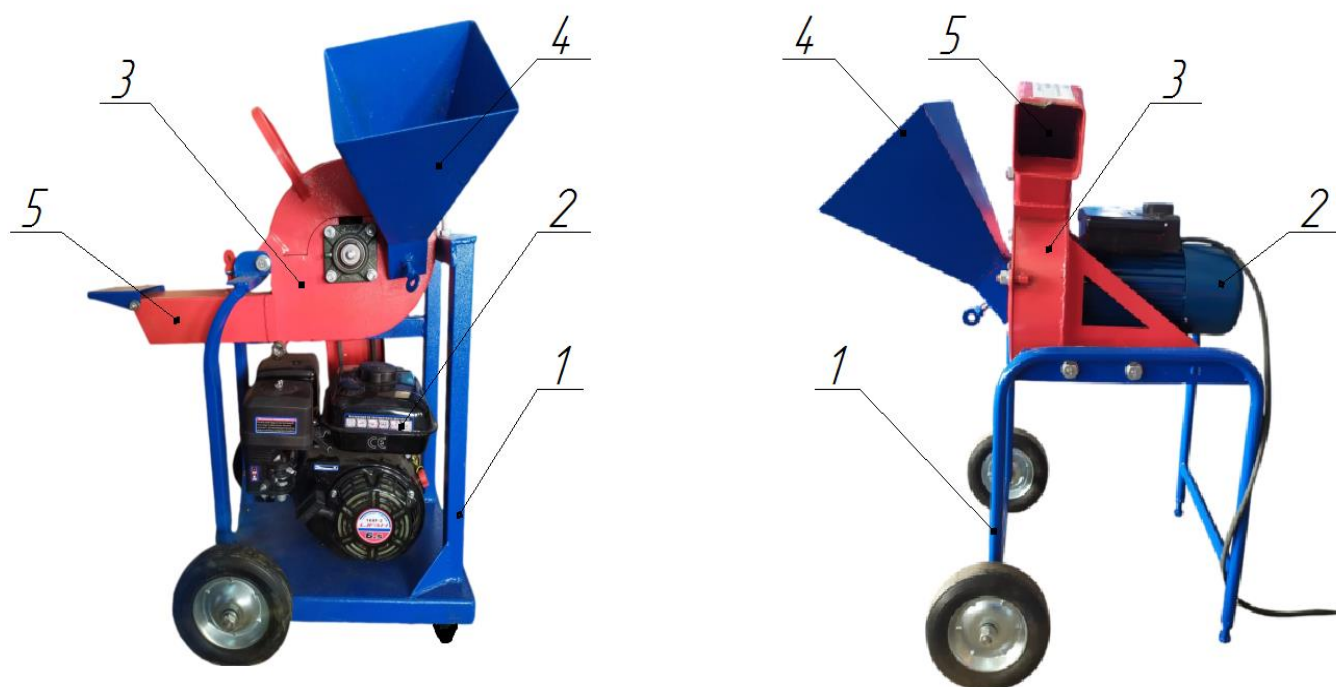
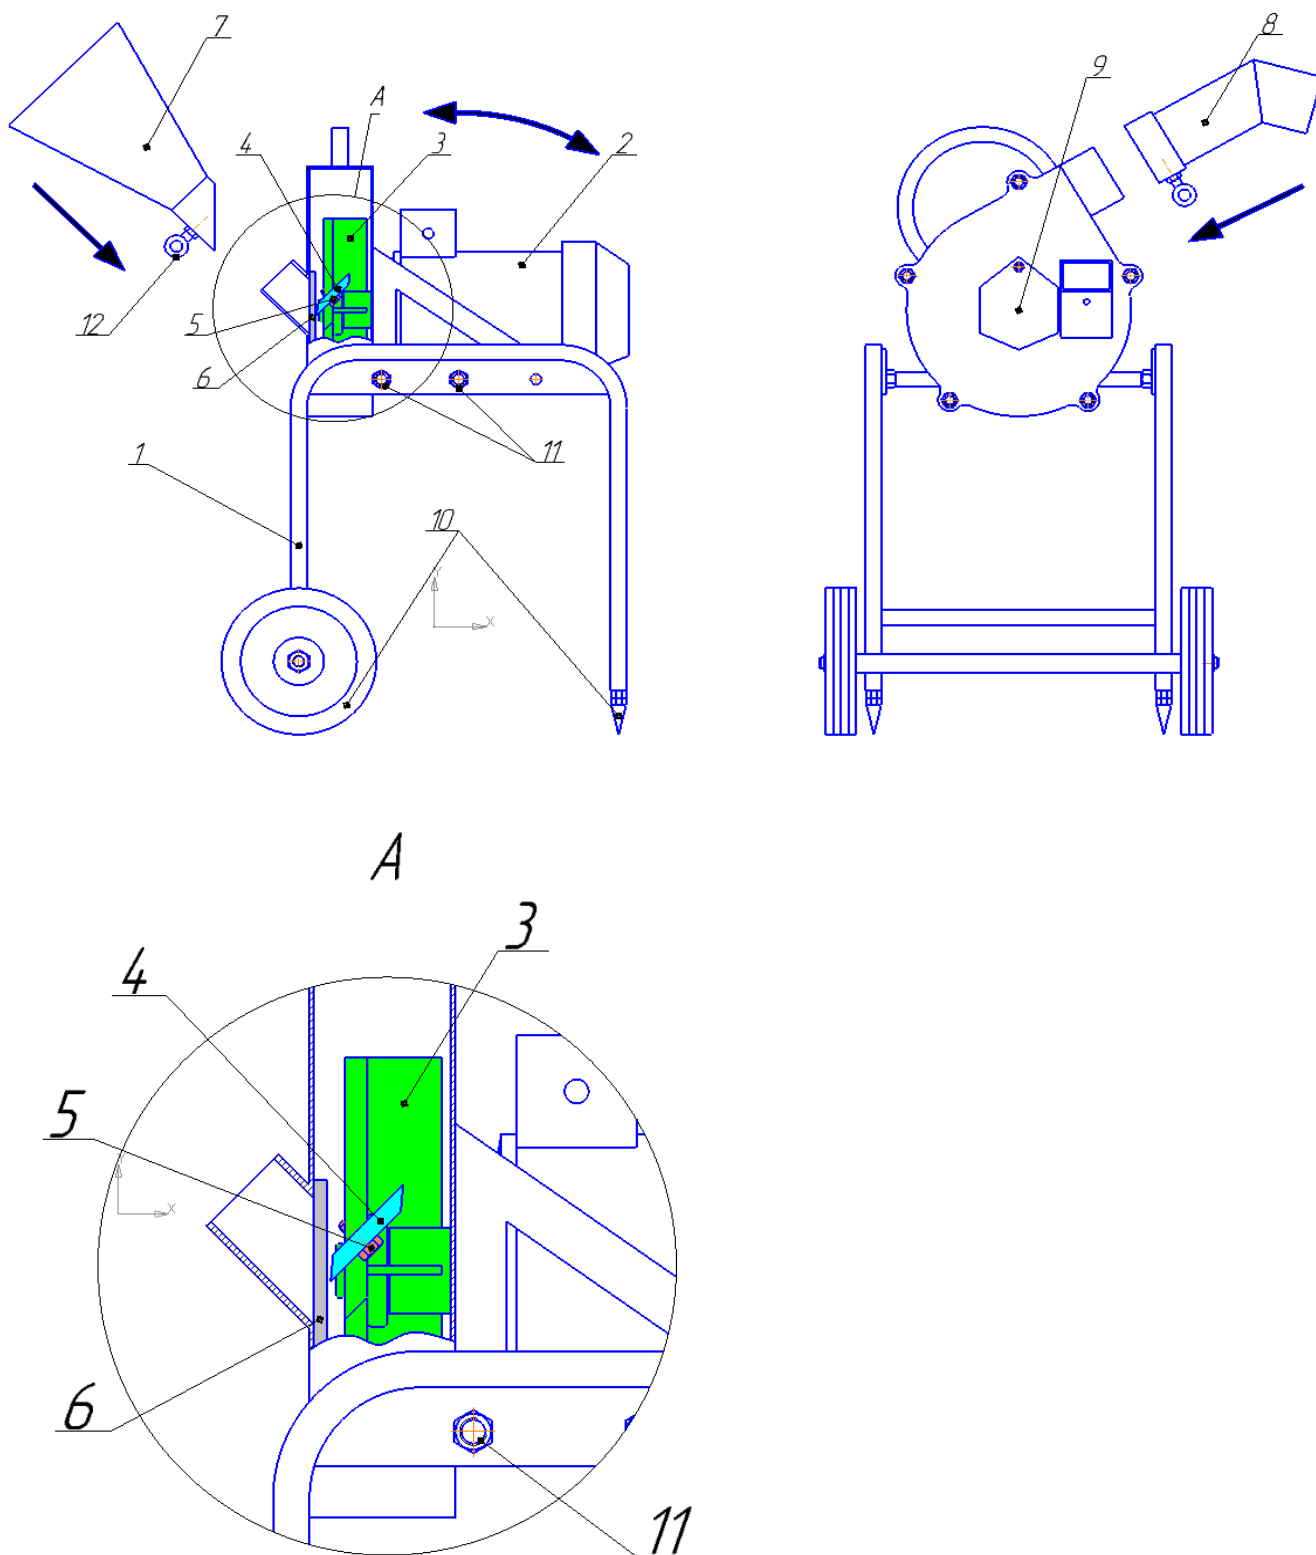

Рис.2. Общий вид машин
Рис.3. Состав измельчительной машины с электрическим двигателем
Общий вид машин приведен на рис.2.
Сырьё проходя через загрузной патрубок Рис.3(7) попадает в рабочую камеру(кожух ротора) Рис.2 позиция(3), где вращается ротор с ножами Рис.3(3), далее происходит срез сырья между контрножом Рис.3(6) и ножами ротора Рис.3(4). Срезанная фракция потоком воздуха, создаваемого лопастями ротора при вращении, выкидывается наружу через выгрузной патрубок Рис.3(8) измельчителя. Принцип работы измельчителя с бензиновым двигателем аналогичен.
6.1.2 Измельчитель отправляется заказчику чаще всего в транспортировочном виде (модель с электрическим двигателем). Для того, чтобы перевести измельчитель в рабочее положение нужно ослабить центральные болты Рис.3 поз(11), а крайние болты выкрутить при этом придерживая за кожух ротора измельчитель во избежание его опрокидывания или падения на эл. двигатель, поворачивая площадку с двигателем и кожухом в сторону колес как показано на Рис 3. через центральные болты(ось вращения), можно менять положения для работы и хранения измельчителя. Чтобы измельчитель был в рабочем положении закрепите выкрученные крайние болты на корпусе кожуха ротора через отверстия в раме после поворота его из транспортного положения в рабочее.
6.1.3 Установите загрузной патрубок(7) и выгрузной патрубок(8) на место Рис.3 и зажмите фиксаторами(12) на кожухе измельчителя.